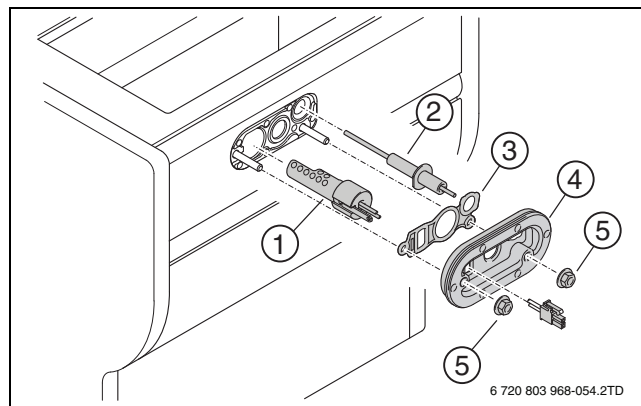

Fig. 59 Remplacement du dispositif d'allumage
- Remplacer le joint (→ fig. 59, [3]) et la plaque de recouvrement avec le joint (→ fig. 59, [4]) tous les 4 ans.